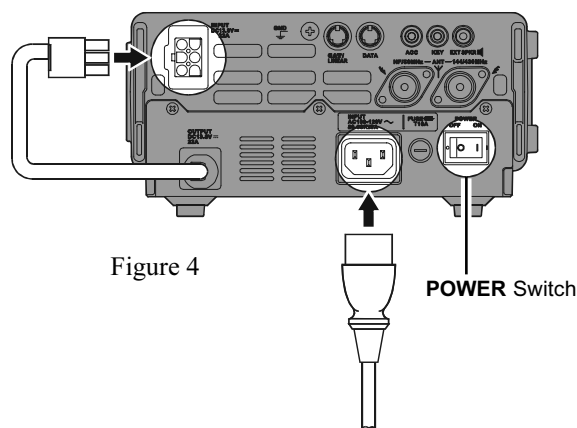

Figure 4
4. Connecter la prise Molex 6 broches de la **FP-30** dans la prise « **INPUT** » jack sur le panneau arrière du **FT-897** (Figure 4).